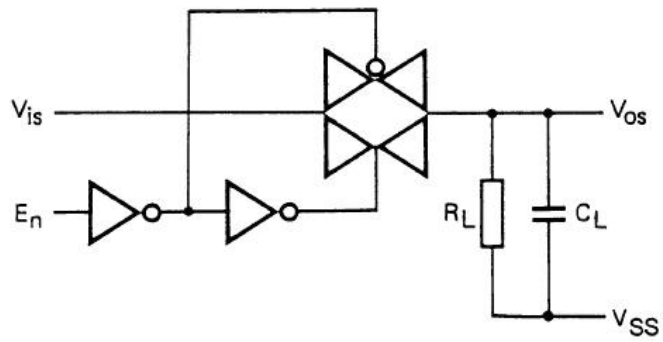
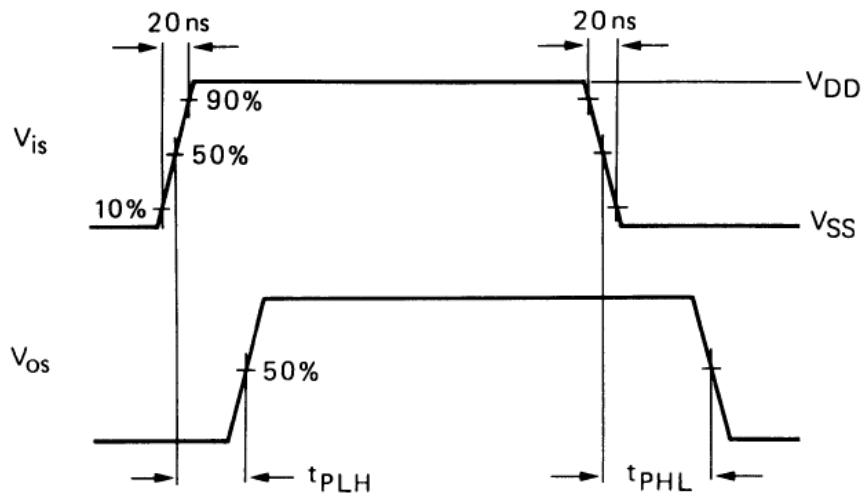
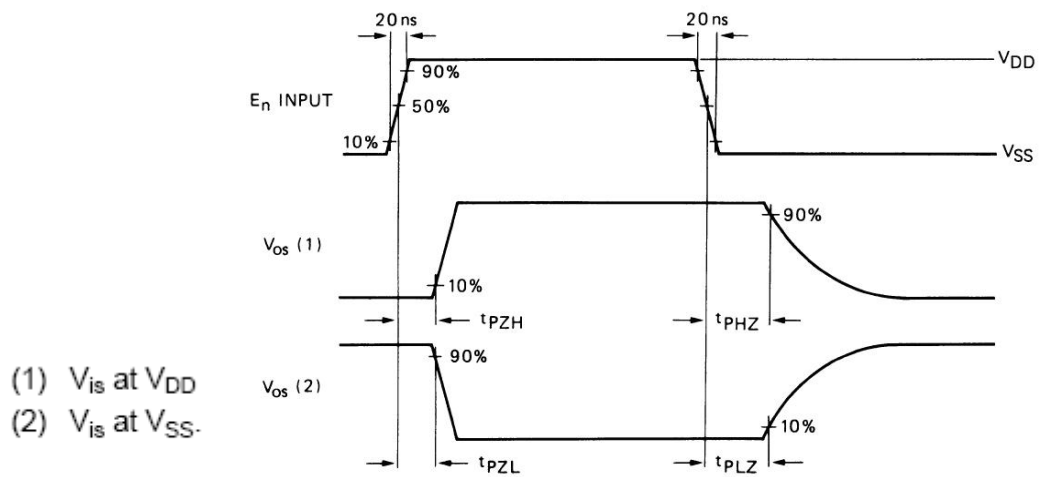

图 6
图10 传输延时
图11 输出使能与禁止延时
3. $R_L = 10 k$ (对地); $C_L = 50 pF$ (对地); $E_n = V_{DD}$; $V_{is} = V_{DD}$ (方波); 见图6 和 图10。
测试 t_{PLZ} 和 t_{PZL} 时, $V_{is} = V_{SS}$ and R_L 接 V_{DD} ; 见图6 和图11.
7. $R_L = 10\text{ k}$ (对地); $C_L = 15\text{ pF}$ (对地); $E_n = V_{DD}$ (方波); 串扰为 V_{OS} (峰值); 见图6;